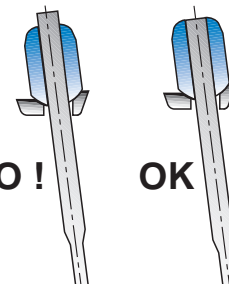

Fig. 50
- Tensionate uno ad uno tutti i raggi (sia sul lato destro, sia sul lato sinistro) avvitando i dadi fino a portare l'estremità del raggio a filo del fondo del dado (Fig. 50), controllando sempre che le piastrine rimangano in posizione corretta.
• Tension all the spokes one by one (on both RH and LH sides) by tightening the nuts until the end of the spoke is snug against the nut (Fig. 50), always making sure that the plates remain in the correct position.
• Alle Speiche nacheinander spannen (sowohl auf der rechten, wie auf der linken Seite) und dabei die Mutter so lange anziehen bis das Ende der Speiche bündig mit der Simfläche der Mutter abschließt (Abb. 50) und ständig überprüfen, ob die Plättchen weiter korrekt ausgerichtet bleiben.
• Tendez un à un tous les rayons (aussi bien sur le côté droit que sur le côté gauche) en vissant les écrous jusqu'à porter l'extrémité du rayon à ras du fond de l'écrou (Fig. 50), en contrôlant toujours que les plaquettes restent en position correcte.
- Tensar uno a uno todos los radios (tanto del lado derecho como del izquierdo), enroscando la tuerca hasta que el extremo del radio quede a ras del fondo de la tuerca (Fig. 50), controlando siempre que la placa permanezca en la posición correcta.
- Draai iedere nipple één voor één aan tot dat de volledige schroefdraad van de moer benut is (fig. 50). Zorg ervoor dat de plaatjes in de juiste richting blijven staan.